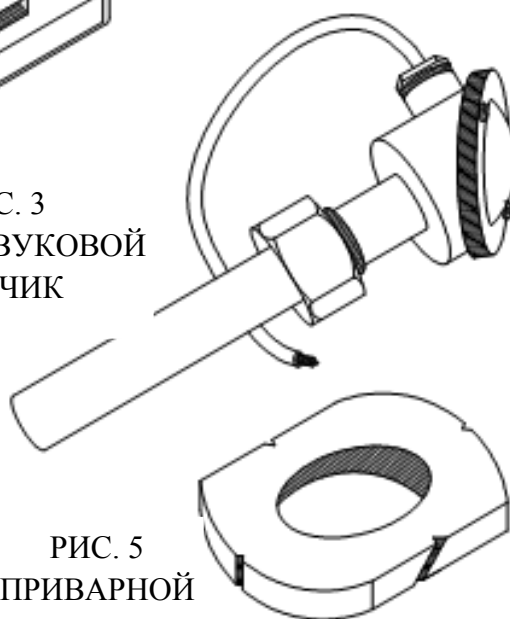

РИС. 3
- ультразвуковой датчик US 2.0, включая коаксиальный кабель (длина кабеля определяется по требованию заказчика; рис. 3) – 4 шт;